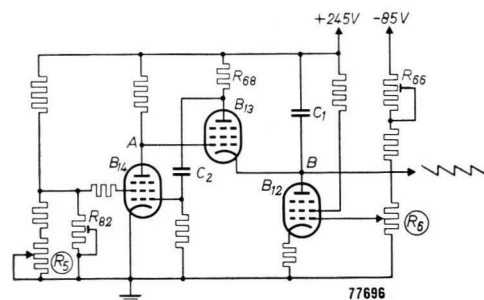

Fig. 3
**Werking** — De tijdbasisgenerator is van het z.g. driepentodensysteem, dat in fig. 3 vereenvoudigd is weergegeven. Uitgaande van de toestand, dat  $B_{14}$  geleidend is, volgt hieruit, dat de spanning op punt A, evenals de spanning op het stuurrooster van  $B_{13}$ , dat met A is verbonden, laag zal zijn. Is verder  $C_1$  niet geladen, dan heeft punt B een hoge potentiaal, zodat  $B_{13}$  niet geleidend is.